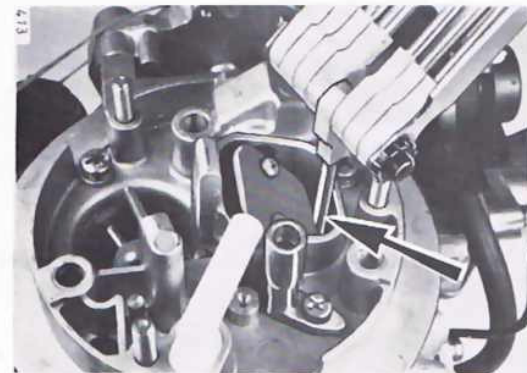

Bild 30
- Anschluß (5) mit Klappe (6) verschließen und Druckdifferenz (ca. 750 mbar) herstellen.
- Hebel (1) leicht in Pfeilrichtung drücken und Spaltmaß gemäß Bild 30 prüfen. Korrektur an Schraube (2).
- Kappe (6) vom Anschluß (5) abnehmen und Vakuumentester einschalten.
- Durch Drücken des Hebels (1) in Pfeilrichtung Druckdifferenz von 200 ± 50 mbar herstellen und Spaltmaß gemäß Bild 30 prüfen. Korrektur an Schraube (7).